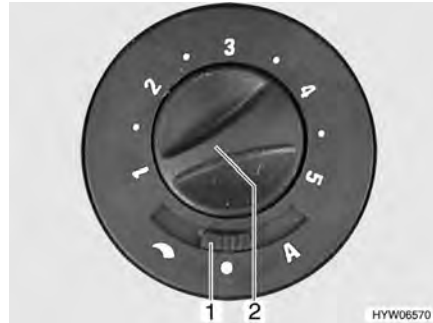

Fig. 120 Interruttore di comando per la ventola di ricircolo dell'aria
- Posizionare l'interruttore a scorrimento (Fig. 120,1) su "↶" (regolazione manuale) o "A" (funzionamento automatico).
- Impostare con la manopola (Fig. 120,2) la prestazione desiderata della ventola di ricircolo dell'aria (regolazione manuale) oppure limitarla (funzionamento automatico).
- Posizionare l'interruttore a scorrimento (Fig. 120,1) su "●" (spento).